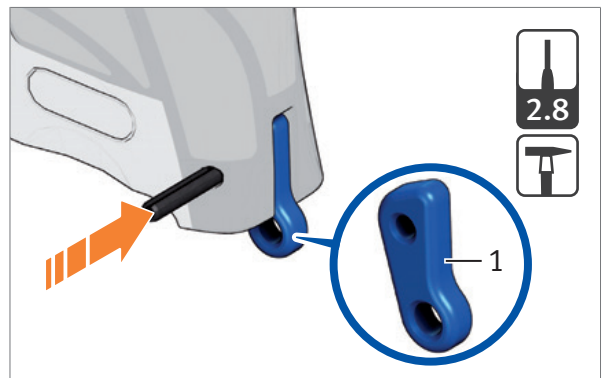

Abb. 22: Aufnahme für Sicherungsschnur einsetzen
2. Aufnahme für Sicherungsschnur einsetzen (Abb. 22).
3. Spannstift für Griff Rücken eintreiben (Abb. 22).